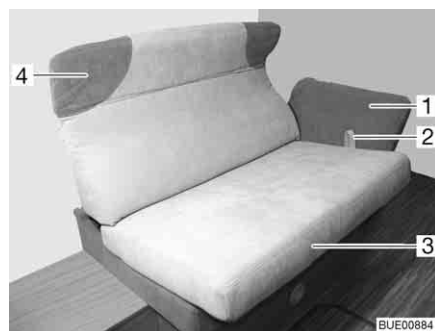

Fig. 87 Regolazione del divano
- Tirare l'asola (Fig. 87,2) verso l'alto e il piano di seduta (Fig. 87,3) sulle guide con cautela verso il centro fino all'arresto.
- Afferrare il cuscino per la nuca (Fig. 87,4) con entrambe le mani e inclinare con cautela verso l'alto o il basso fino alla posizione desiderata.
- Afferrare il bracciolo (Fig. 87,1) con entrambe le mani e inclinare con cautela verso l'alto o il basso fino alla posizione desiderata.